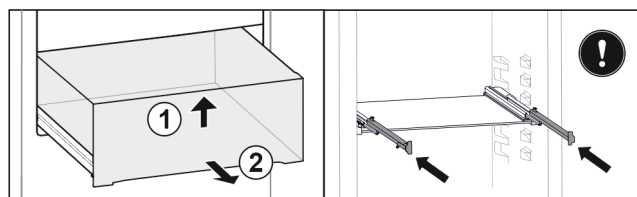

Fig. 27 *
- Sollevare il cassetto sul lato anteriore Fig. 27 (1)*
- Rimuovere tirando in avanti Fig. 27 (2)*